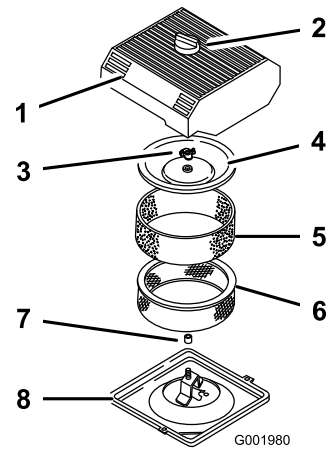

図 47
3. エアクリーナを外したときエンジン内部に異物が入らないよう、周辺をきれいに拭く (図 47)。
4. エア・クリーナのカバーのノブをゆるめてカバーを外す (図 47)。
5. ペーパー・エレメントからスポンジ・エレメントを注意深く取り外す (図 47)。
6. カバー・ナットを外し、カバーとペーパー・エレメントを外す (図 47)。
1. ペーパー・エレメントにスポンジ・エレメントを注意深く取り付ける(図 47)。
3. カバー・ナットを取り付けて指締めする(図 47)。
4. エア・クリーナーのカバーとノブを元通りに取り付ける(図 47)。